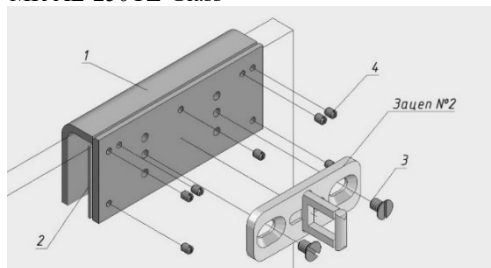

Рисунок 1
1.1 В комплект поставки входят (рисунок 1):